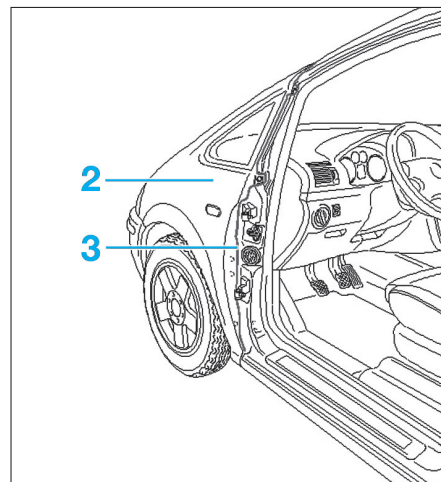

Fig. 86
- Chauffer l'aile (2) au niveau du montant A avec un pulseur d'air chaud et la retirer (Fig.86) ; si nécessaire, découper le mastic-colle (3) avec un couteau de sellier. Pour cette manipulation, l'assistance d'un deuxième opérateur est nécessaire.